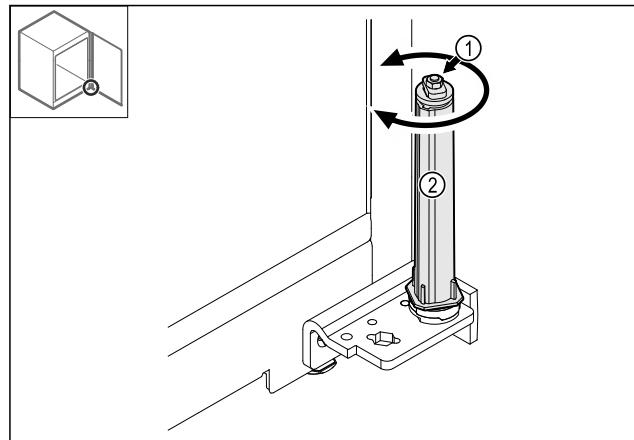

Fig. 36
► Въртете затварящата система Fig. 36 (2), докато тя щракне.
- Не разглобявайте винтовото съединение Fig. 36 (1) на затварящата система.